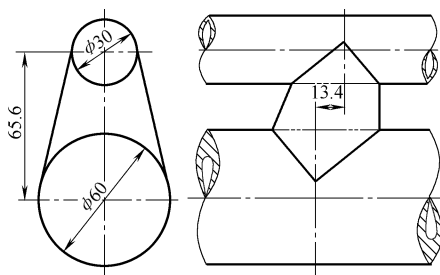

图 3-19
8. 图 3-19 所示为一变径锥形管接头，试用放射线方法对其进行展开。